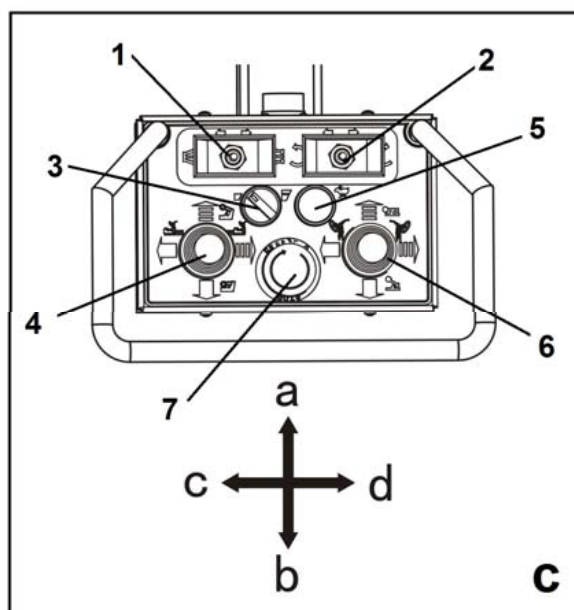

Рисунок 11
Панель управления (рис. 11) является портативной и позволяет оператору выбрать рабочее положение, наиболее удобное для каждого из случаев. На панели управления сконцентрированы все команды, а именно:
– выключатель 1, (рис. 11): переместите его в положение «с», чтобы открыть самоцентрирующуюся цангу; переместите его в положение «d», чтобы закрыть самоцентрирующуюся цангу;
– переключатель вращения 2 (рис. 11): переместите его в положение «с», чтобы повернуть самоцентрирующуюся цангу против часовой стрелки; переместите его в положение «d», чтобы повернуть самоцентрирующуюся цангу по часовой стрелке.
– переключатель скорости вращения 3 (рис. 11): при повороте влево самоцентрирующаяся цанга вращается медленнее; при повороте вправо самоцентрирующаяся цанга вращается быстрее.
– джойстик (1) 4 (рис. 11): переместите его в положение [a], чтобы поднять рычаг патрона; переместите его в положение [b], чтобы опустить рычаг патрона; переместите его в положение [c], чтобы отодвинуть рычаг патрона и технологическую тележку друг от друга; переместите его в положение [d], чтобы переместить рычаг патрона и технологическую тележку навстречу друг другу.
– *кнопка скорости тележки* 5 (рис. 11): нажмите на нее, и рычаг патрона и технологическая тележка будут двигаться быстрее; отожмите ее, и рычаг патрона и технологическая тележка будут двигаться медленнее.
– *джойстик* (2) 6 (рис. 11): переместите его в положение [a], чтобы поднять кронштейн снимающего рычага; переместите его в положение [b], чтобы опустить кронштейн снимающего рычага; переместите его в положение [c], чтобы повернуть диск для разрыва борта в рабочее положение; переместите его в положение [d], чтобы повернуть инструментальную головку в рабочее положение.
– *кнопка аварийной остановки* 7 (рис. 11): нажатие на нее может немедленно остановить работу машины.